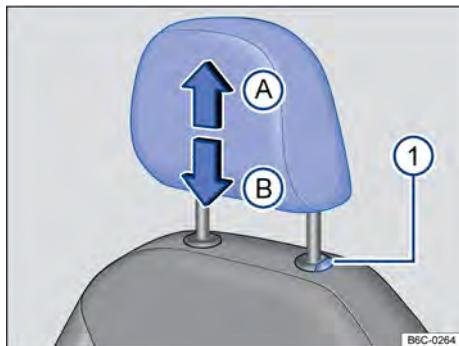

Fig. 67 Apoio para cabeça: ajustar, desinstalar e instalar.
- Deslocar o apoio para cabeça para cima **(A)** ou para baixo **(B)** na direção da seta com o botão → Fig. 67 **①** pressionado → **▲** em *Introdução ao tema* na página 83.
- Retirar o apoio para cabeça com o botão → Fig. 67 **①** pressionado na direção da seta **(A)**.
- Empurrar o apoio para cabeça totalmente para baixo na direção da seta **(B)** com o botão → Fig. 67 **①** pressionado.
- Empurrar o apoio para cabeça para baixo com o botão na direção da seta **(B)** → Fig. 67 **①** pressionado.